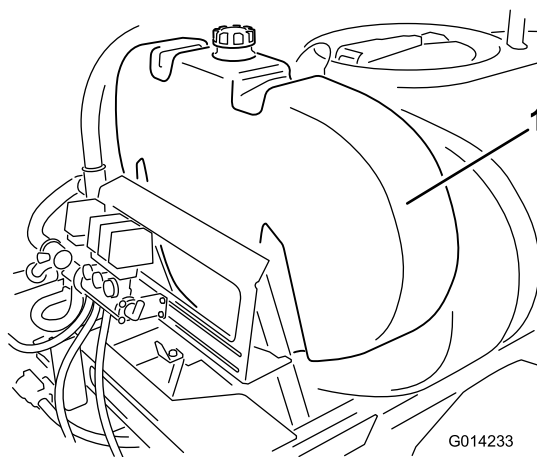

Рисунок 9
- Установите промывочный бак, как показано на Рисунок 9.